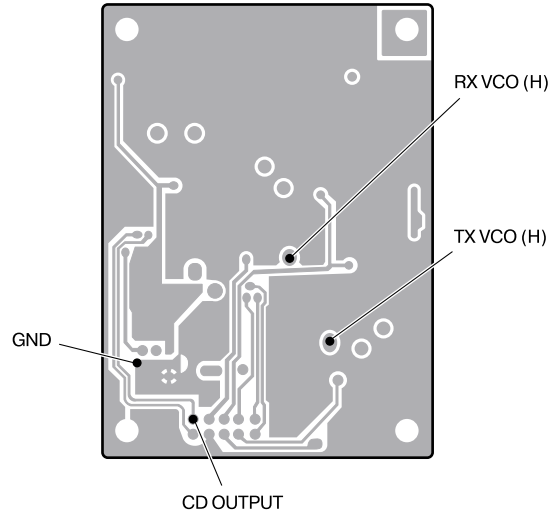

Рис. 3. Расположение контрольных точек на плате тюнера
5. Подключить цифровой вольтметр к точке TXVCO (рис. 3).
7. Подключив вольтметр к точке RXVCO (рис. 3), произвести такие же действия с катушкой L504, установив напряжение  $1,8 \pm 0,2$  В.